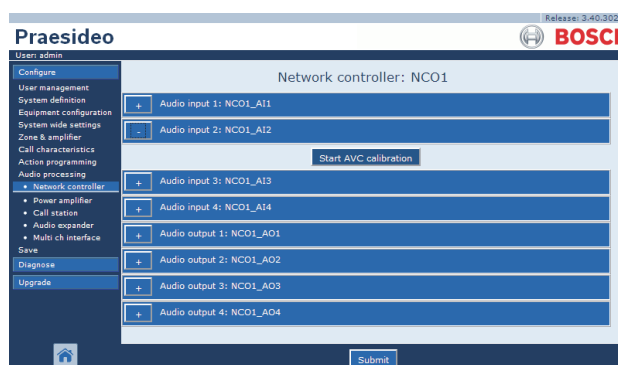

figura 50.2: Botão de calibração AVC
- 9 Vá para a página *Audio processing* da entrada de áudio à qual está ligado o microfone de detecção. Aparece um ecrã semelhante ao da figura 50.2.